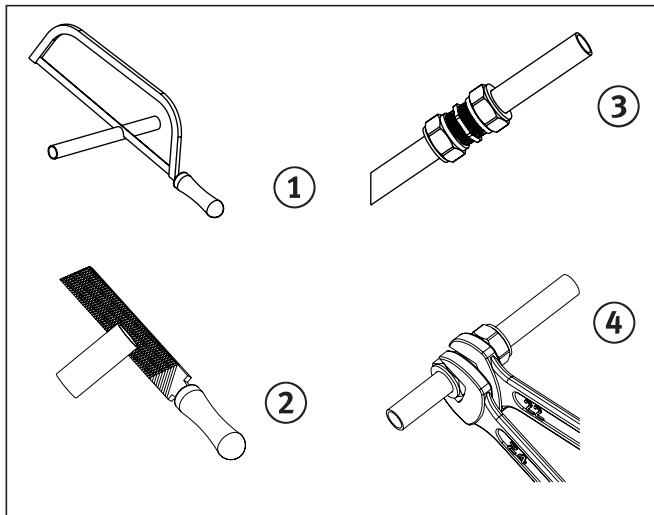

Abb. 7.1 Anschluss Technik mit Klemmrings
- Trennen Sie das Rohr längengerecht (Abb. 7.1, Pos. 1).